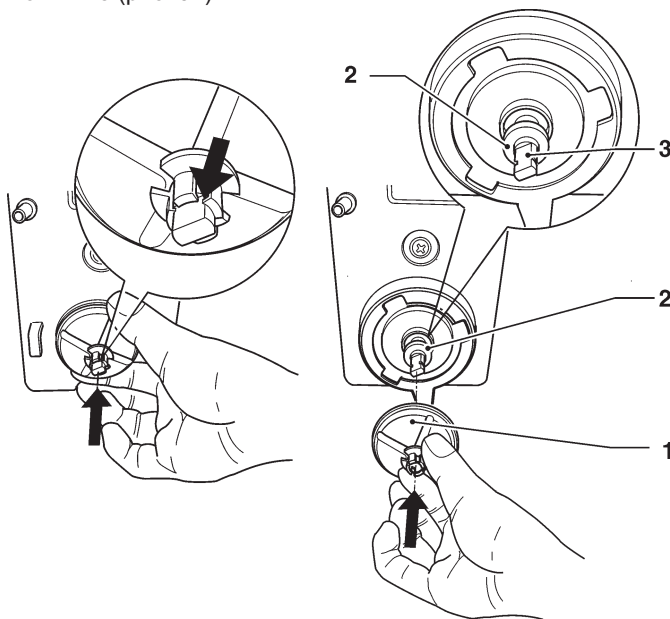

Рис. 32
-чтобы разобрать импеллеры, слегка нажмите на них и потяните (рис. 32).